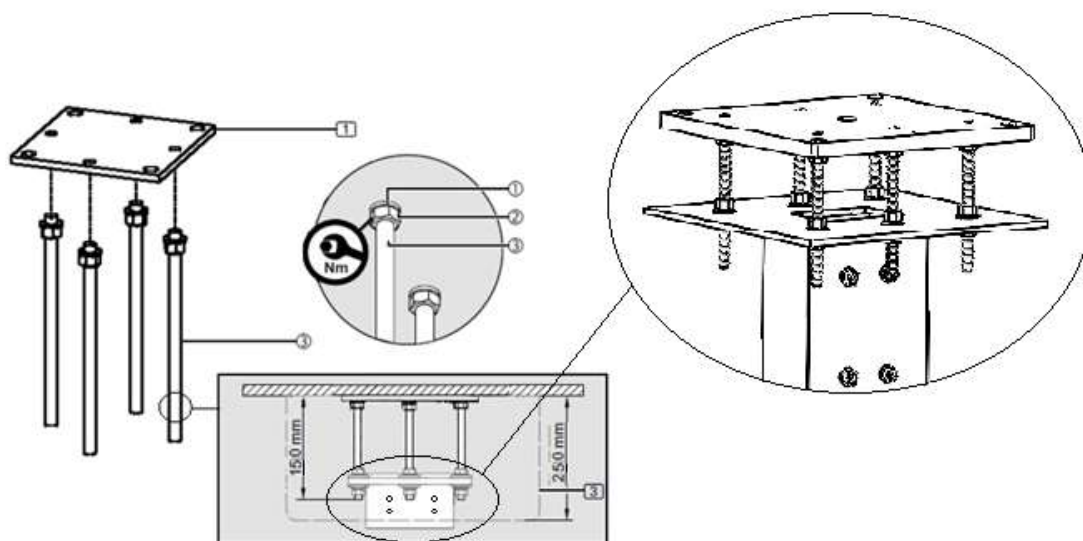

Abb. 5 Montage der Schnittstellenplatte ohne Zwischendecke
- Schrauben Sie 1 Sechskantmutter M10 (2) auf jede der Gewindebolzen M10 x 150 (3) und legen Sie dann 1 Federscheibe (1) auf jede davon.
- Die Deckenblende (3) wird später bündig mit der Zwischendecke montiert. Diese deckt den gesamten Bereich der Verbindungsschrauben ab, wie in der Detailansicht in Abbildung 5 zu sehen ist.